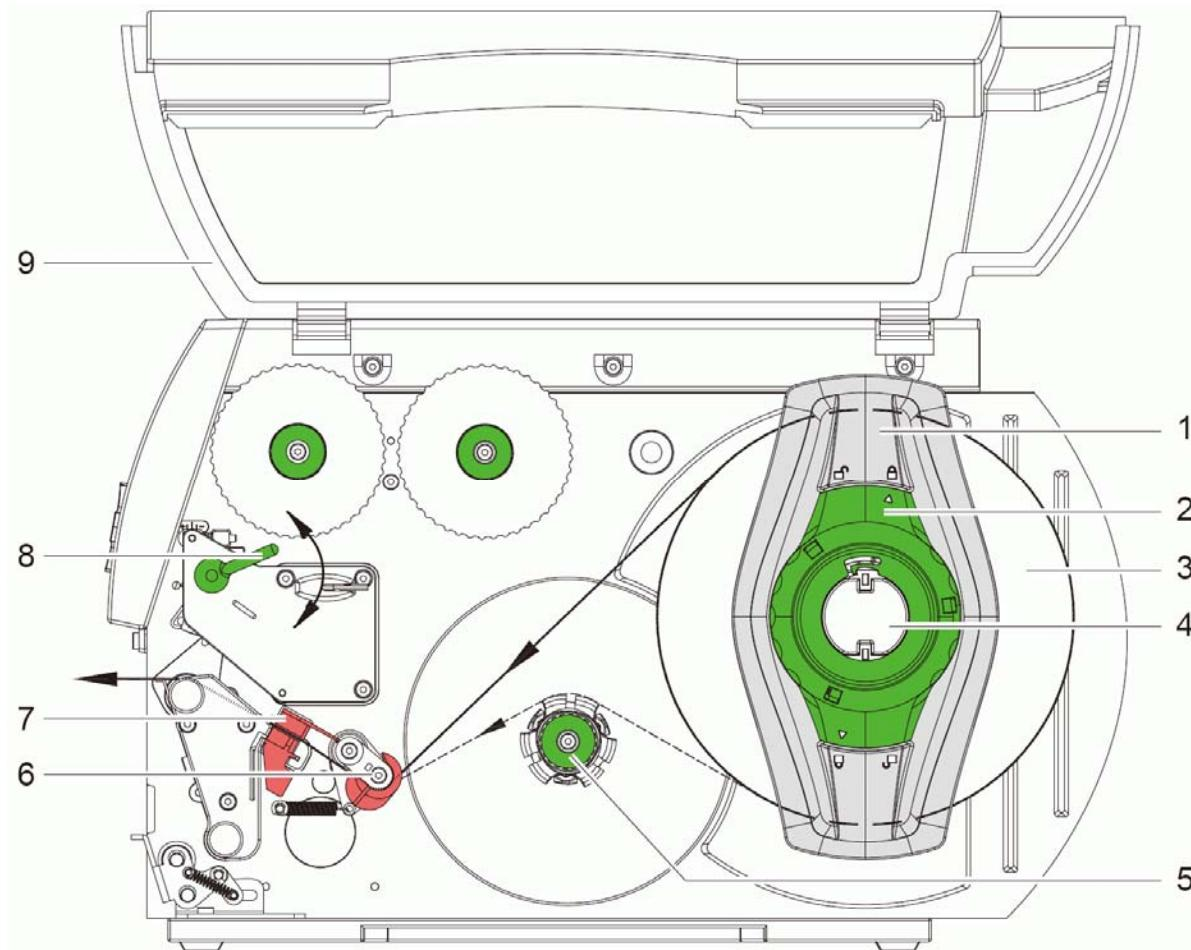

图7. 标签纸卷安装路径
- ▶ 以手指扳传感器红色固定架下方的调整片 (3)，向外或向内移动标签纸传感器 (2)，让传感器的感测组件 (1) 对准标签纸的定位孔或定位黑条等；
- ▶ 以手指扳传感器红色固定架下方的调整片 (3) 让感测组件 (1) 对齐标签前缘；
- ▶ 顺时针转动印字头固定旋钮 (图7的 第8装置) 以便固定印字头